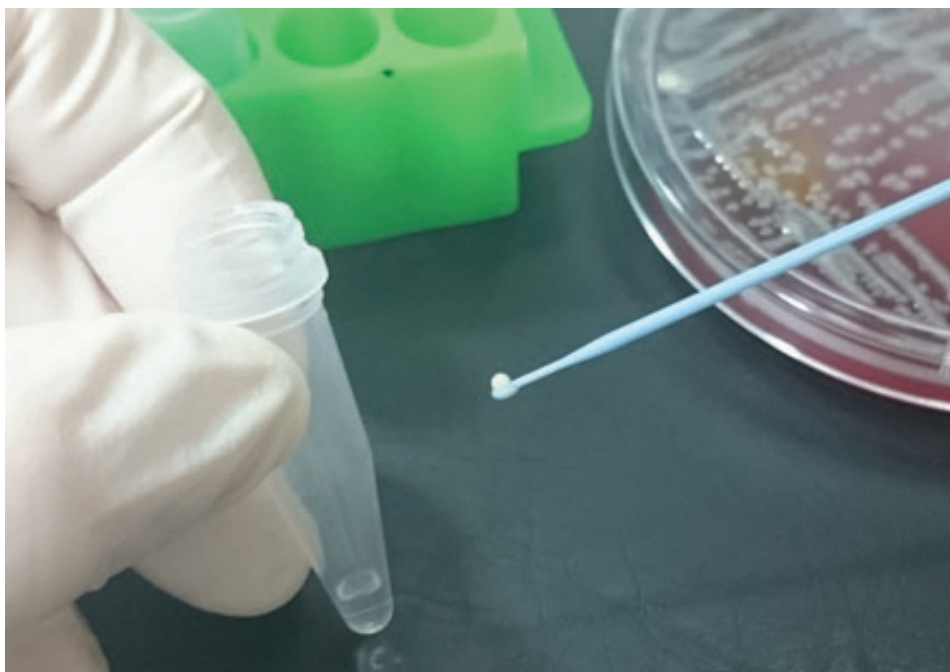

Figura 2 Ejemplo para ilustrar una cantidad típica suficiente de muestra
3. Para cada muestra, recoja varias colonias bacterianas morfológicamente similares (si es posible) para evitar seleccionar una variante atípica llenando adecuadamente un (1) asa de siembra (1 µL). Tenga cuidado de garantizar una cantidad de muestra suficiente (consulte la Figura 2).